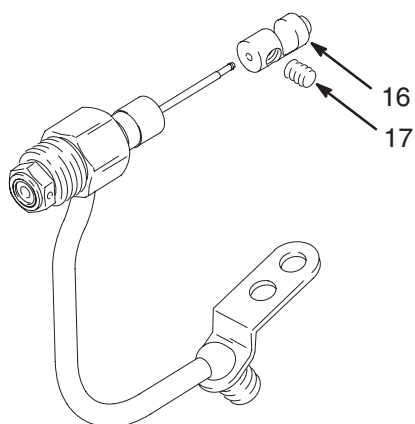

Fig. 11 04734
7. Samtidig med at fjederstyret (16) støttes for at forhindre bøjning af nålen, løsnes stilleskruerne (17). Derefter fjernes fjederstyret (16). Se Fig. 11.